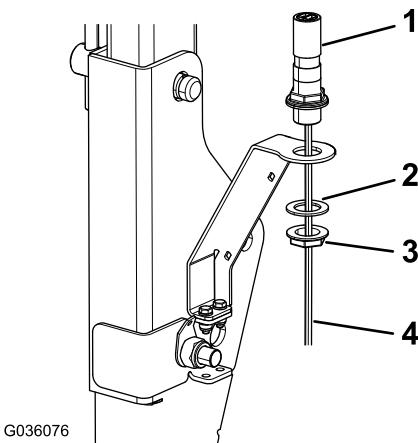

Figure 10
- 1. Montez le support du gyrophare sur la patte de fixation du gyrophare (Figure 10).